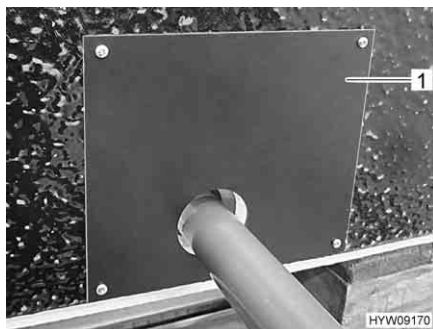

Fig. 207 Copertura (vano del serbatoio delle acque grigie)
- Rimuovere la copertura (Fig. 207,1) del serbatoio delle acque grigie.
- Posizionare la copertura (Fig. 207,1).